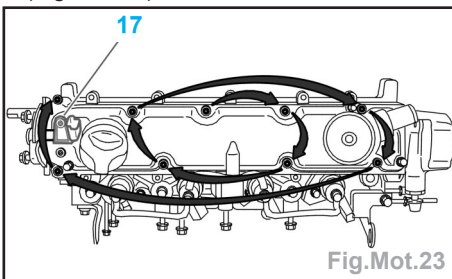

Fig.Mot.23
- un joint neuf (15),
- un joint neuf (16),
- la pompe à vide (10).
- Serrer progressivement et en spirale les vis du couvre-culasse en commençant par l'intérieur serrer à 1,0 daN.m (Fig.Mot.23).